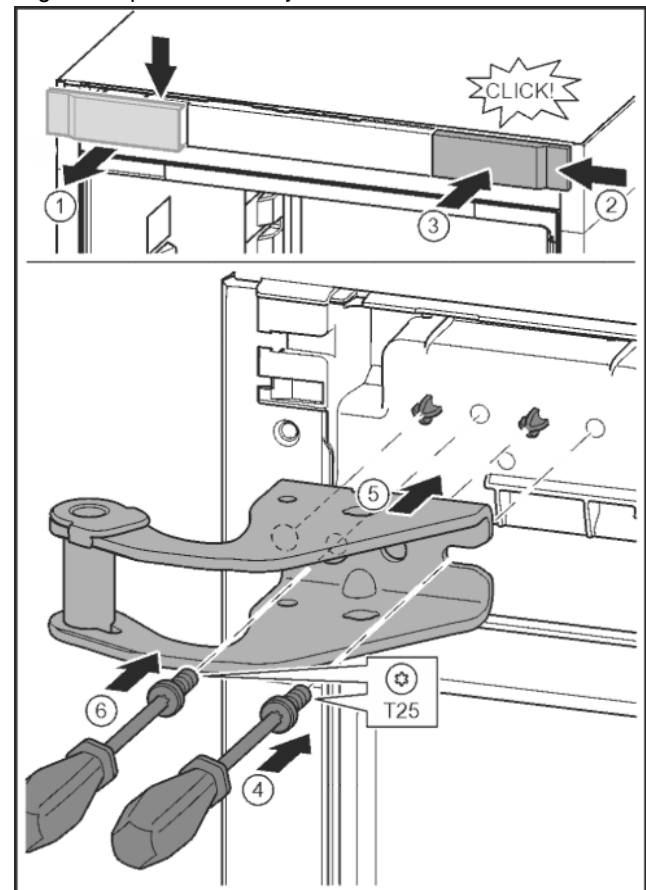

Fig. 9
- ▶ Afdekking losmaken en zijdelings verwijderen. *Fig. 9 (1)*
- ▶ Afdekking 180° gedraaid op de andere kant van rechts aanbrengen. *Fig. 9 (2)*
- ▶ Afdekking vastklikken. *Fig. 9 (3)*
- ▶ Schroef met schroevendraaier T25 aandraaien. *Fig. 9 (4)*
- ▶ Bovenste lagerbus plaatsen. *Fig. 9 (5)*
- ▶ Schroef vastdraaien. *Fig. 9 (4)*
- ▶ Schroef met schroevendraaier T25 aanbrengen en vastdraaien. *Fig. 9 (6)*